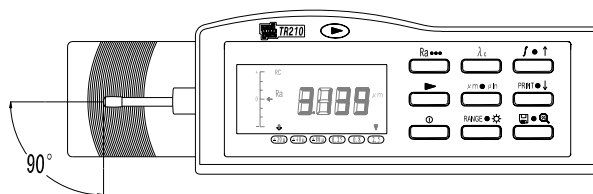

图 2.1-2 测量方向
- 参照图 2.1-2,传感器的滑行轨迹必须垂直于工件被测表面的加工纹理方向。